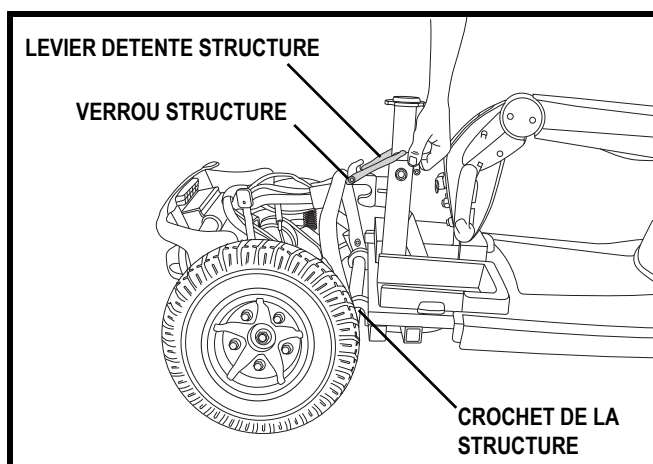

Figure 23. Démontage de la structure (détente)
1. Soulevez le levier de verrou de structure. Voir la figure 23.
2. Soulevez la section avant jusqu'à ce que les crochets de la section avant soient dégagés de la section arrière. Voir la figure 23.
3. Lorsque les crochets sont au dessus du tube arrière, abaissez complètement la section avant afin de l'enclencher et de la bloquer. Voir la figure 23.